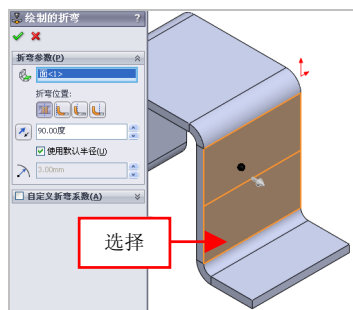

图 9-24 选择草图所在的面
(5) 退出草图绘制环境，弹出【绘制的折弯】属性管理器，选择草图所在的面对象，如图9-24所示。